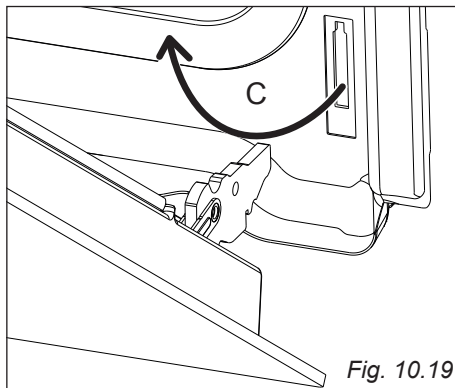

Fig. 10.19
- Estrarre i ganci delle cerniere (destra e sinistra) dal loro alloggiamento (freccia "C" - fig. 10.19).